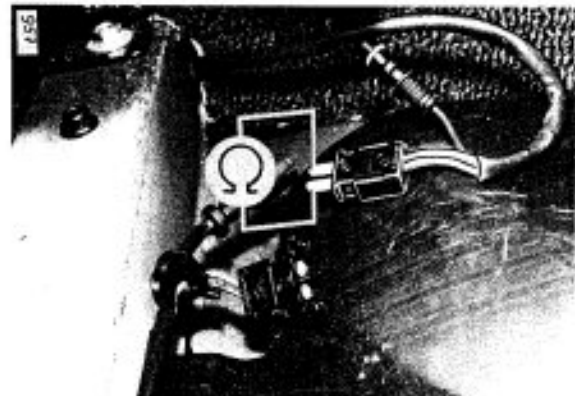

Bild 5
- Innenwiderstand gemäß Bild 5 prüfen. Sollwert bei 20°C: ca. 4,3 Ω
- 1-polige Steckverbindung (Signalleitung) zur Lambda-Sonde trennen, siehe Bild 5 a. Es muß sich ein konstanter Wert von ca. 50% einstellen (Steuerwert).
- Stecker (8), Bild 5 a, (zum Steuergerät) an Masse klemmen. Die Anzeige steigt auf ca. 75–80%.
- Stecker (8) von Masse lösen und mit 2 V beaufschlagen (2 Volt-Ausgang am Lambda-Regelungstester). Die Anzeige sinkt unter 35%.
- Werden diese Reaktionen am Meßgerät festgestellt, sind die Regelschaltung im Steuergerät sowie die Signalleitung (8), Bild 5 a, zum Steuergerät einwandfrei.
- Lambda-Sonde wieder mit Stecker (8) verbinden. Die Anzeige geht in eine von der Leerlauf-Gemischeinstellung des Vergasers abhängigen Position (zwischen ca. 30 und 80%), siehe „LEERLAUF-ÜBERPRÜFUNG UND -EINSTELLUNG“.
- Stellt sich ein konstanter Wert von ca. 50% ohne Sinken und Steigen des Wertes ein (Steuerwert), ist entweder die Signalleitung (8) zum Steuergerät unterbrochen oder die Lambda-Sonde defekt.
Bild 5 a